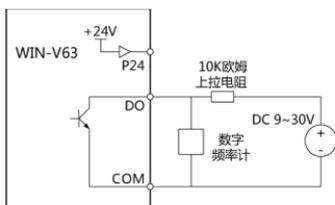

图 3-30 使用外部 24V 电源时 DO 端子接线图
④ DO 频率信号输出可使用变频器外部的 24V 电源，接线方式请参见图 3-30。